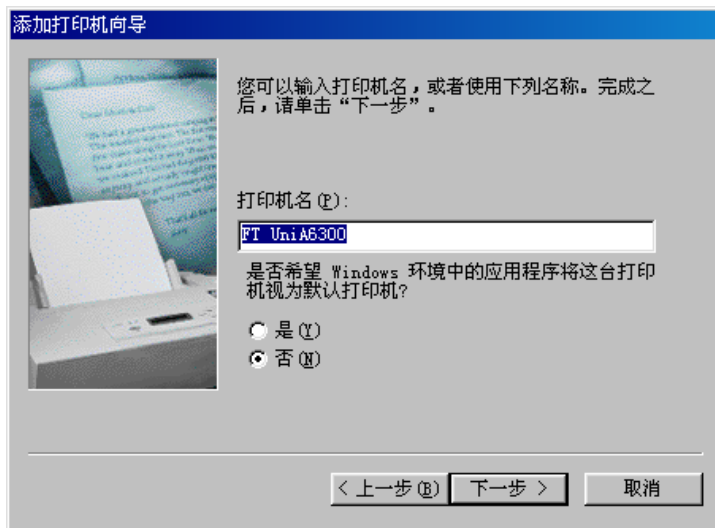

图 3-33
9. 给打印机命名。如图 3-33 所示，给打印机命名后单击“下一步”。